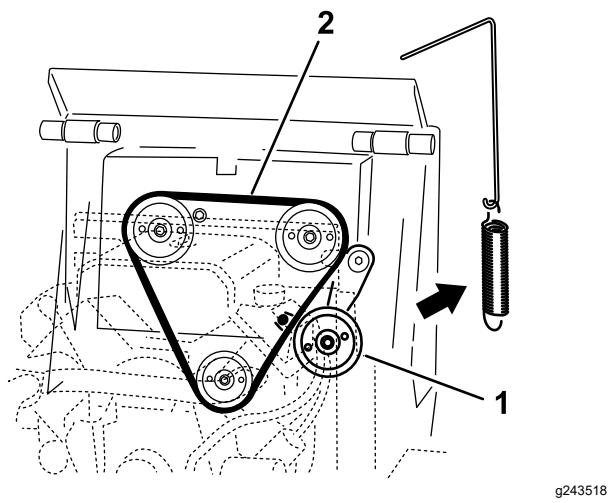

Bild 53
5. Nehmen Sie die Spannscheibenfeder von der Spannscheibe ab (Bild 53).
7. Verlegen Sie einen neuen Treibriemen um die drei Riemenscheiben (Bild 53).